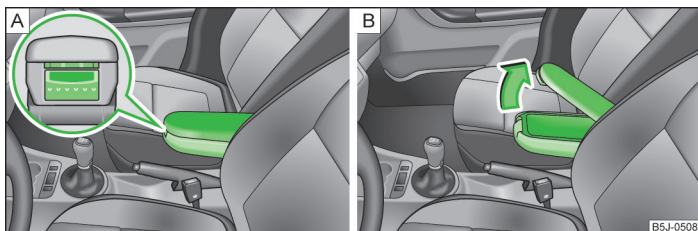

Fig. 73 Apoyabrazos: Compartimento guardabultos/abrir el compartimento guardabultos
- > Pulse la tecla inferior en el lado frontal del apoyabrazos > fig. 73 - **A**.
- > Pulse la tecla superior y abra la tapa del compartimento guardabultos hacia arriba > fig. 73 - **B**.